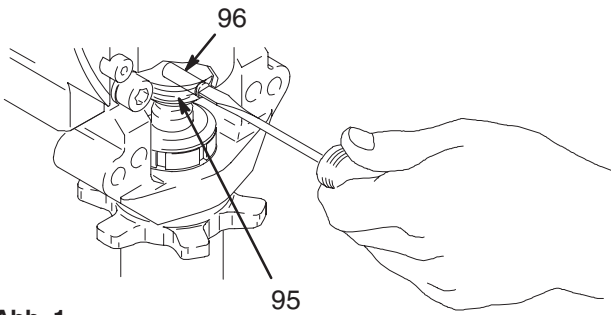

Abb. 1 7675B
3. Saugrohr (12) von der Pumpe abschrauben; mit einem Schraubenschlüssel das Einlassventil (A) der Pumpe halten, damit sich die Pumpe nicht lösen kann.
4. Auslass-Schlauch (61) der Pumpe vom Auslassnippel (6) der Unterpumpe abnehmen.
5. Abb. 1. Mit einem Schraubenzieher die Haltefeder (95) an der Oberseite der Pumpe nach oben drücken. Den Stift (96) hinausdrücken.